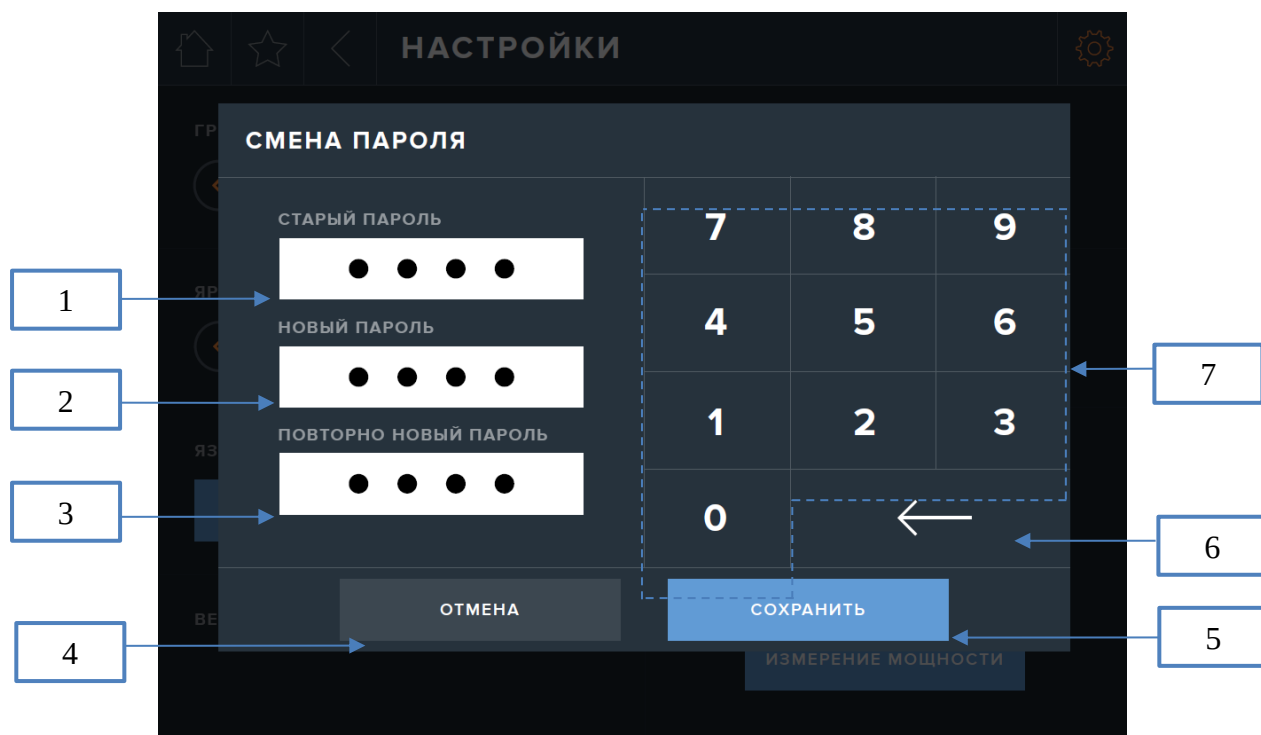

Рис. 28. Экран смены пароля
В появившемся окне (рис. 28) необходимо ввести старый (текущий) пароль (1), новый пароль (2) и повторно ввести новый пароль (3) с помощью клавиатуры (7). Для удаления последнего введенного символа необходимо нажать кнопку (6).